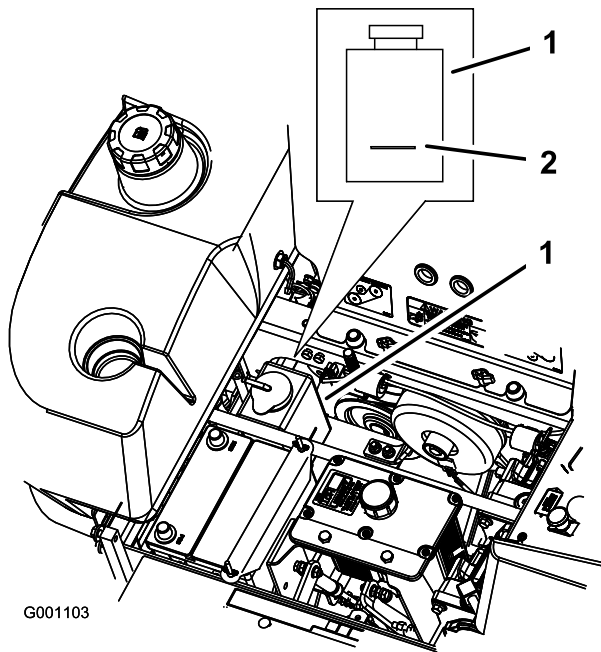

Figure 78
3. Lorsque le moteur est froid, vérifiez le niveau de liquide dans le vase d'expansion. Le liquide doit atteindre la bosse à l'extérieur du vase d'expansion (Figure 78).
4. Si le niveau de liquide est insuffisant, versez un mélange 50/50 d'antigel longue durée/Dex-Cool® et d'eau dans le vase d'expansion (Figure 78).
5. Versez une quantité suffisante de mélange 50/50 dans le vase d'expansion pour atteindre le trait de repère (Figure 78).